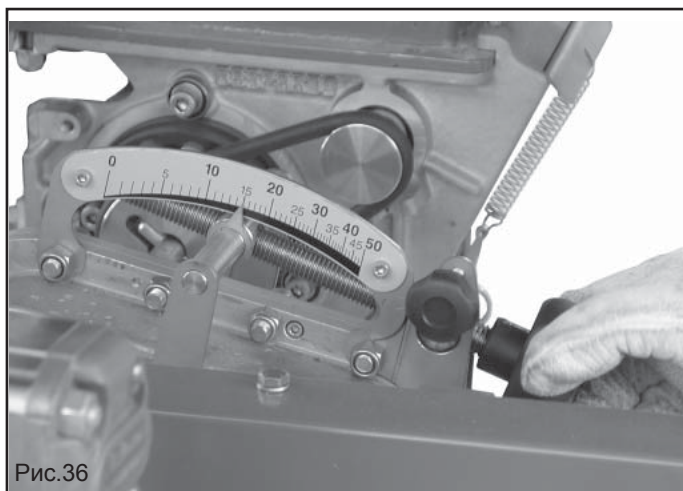

Рис.36
- ... затем поставьте градуированный индикатор на заданную позицию (исходя из количества распределяемого продукта), действуя на круглую ручку регулировки (Рис. 36).